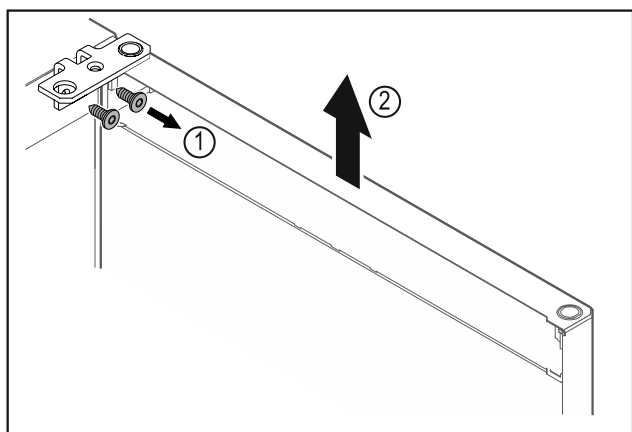

Fig. 13
- ▶ Odvijte kotnik tečaja vrat Fig. 13 (1).
- ▶ Vrata s kotnikom tečaja Fig. 13 (2) dvignite za približno 200 mm naravnost navzgor in jih snemite.